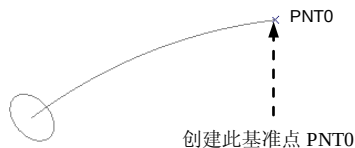

图 4.3.43 点
Step5. 创建图 4.3.43 所示的基准点 PNT0。单击模型功能选项卡基准区域中的“点”按钮，选取图 4.3.43 所示的曲线 1 的端点，此端点处即产生一个基准点 PNT0，单击对话框中的确定按钮。